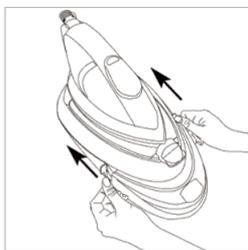

FIGURE 4
4. Remettez le réservoir d'eau en vous assurant qu'il reste bien en place (Figure 4).